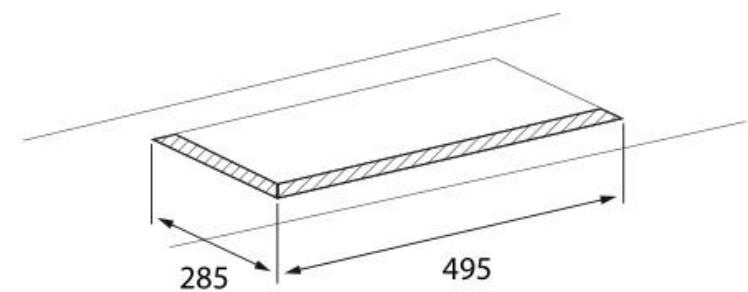

Fig 2.
5. Faça um furo retangular no armário. Ver Fig 2 ~3.